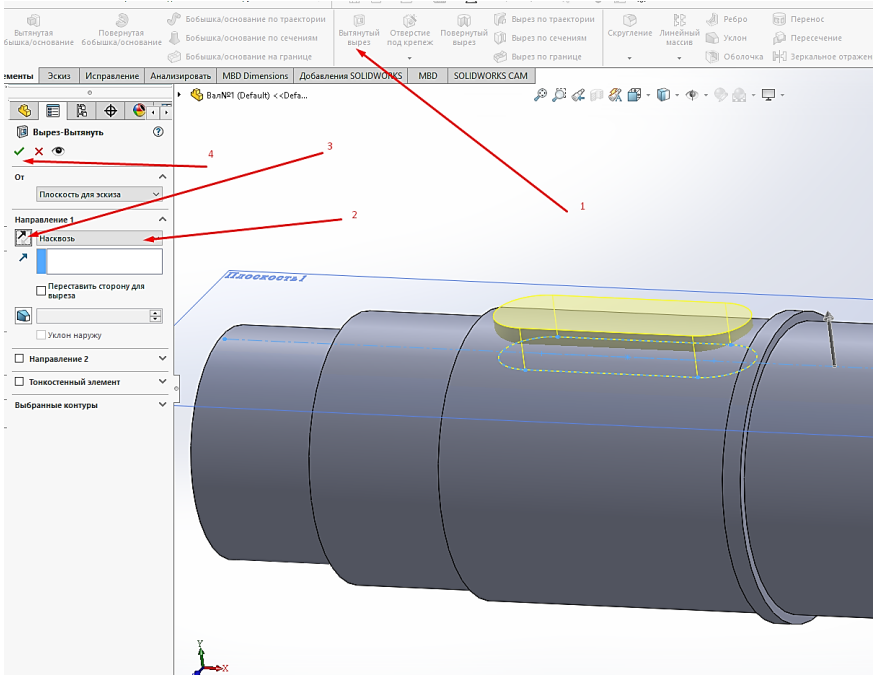

Рис. 3.8
9. Після чого виконуємо побудову шпоночного пазу командою «Витянутый вырез» так, як показано на рис. 3.8. Аналогічним чином будуем і другий шпоночний паз.